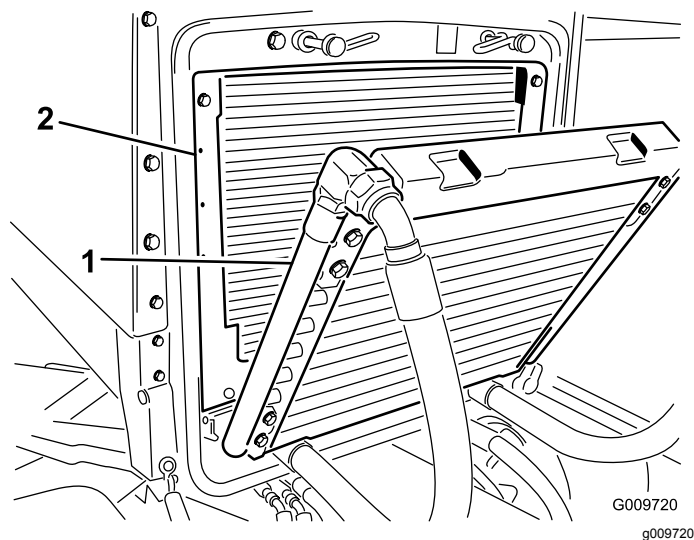

Figura 57
4. Limpe ambos os lados do refrigerador do óleo e a zona do radiador (Figura 57) com ar comprimido.